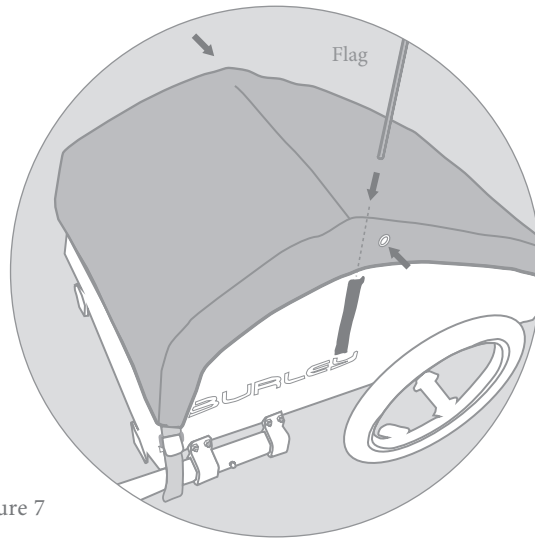
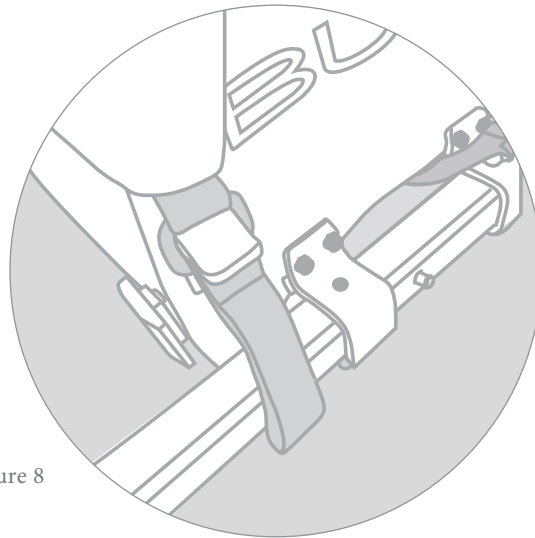

Figure 7
Figure 8
1. Attach cover to trailer using provided screws (Figure 7). Join flagpole sections together and insert safety flag into pocket on side panel. Slip the cover D-rings over the hooks at all four corners (Figure 8).
1. Fixez le toit sur la remorque à l'aide des vis fournies (Figure 7). Assemblez le fanion et insérez le fanion de sécurité dans la pochette sur le panneau latéral. Insérez les anneaux d'arrimage dans les crochets situés aux quatre coins (Figure 8).
1. Die Abdeckung mithilfe der mitgelieferten Schrauben am Anhänger anbringen (Abb. 7). Die Abschnitte der Wimpelstange zusammenstecken und den Sicherheitswimpel in die Tasche an der Seitenwand stecken. Die Ösen der Abdeckung über die Haken an allen vier Ecken schieben (Abb. 8).